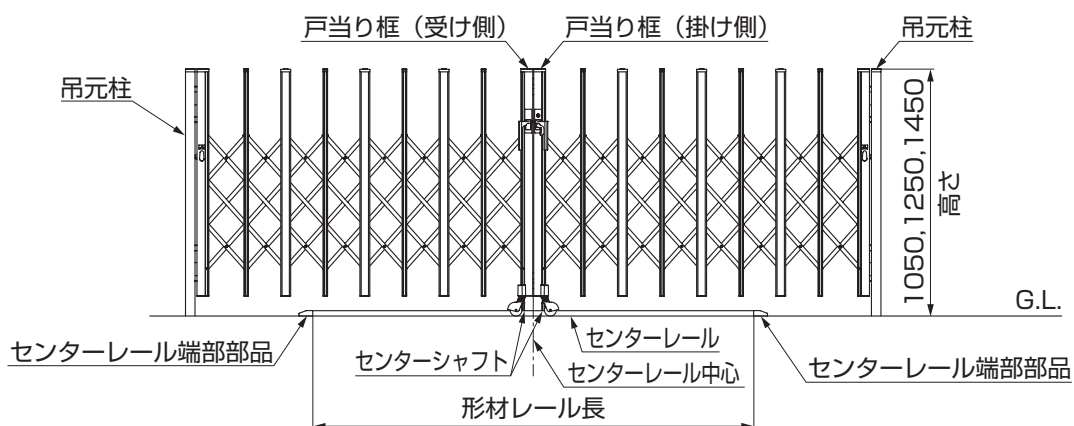

図11-3
①両開き仕様の場合は、「戸当り框(掛け側)」と「戸当り框(受け側)」の合わせ目が、センターレールの中心になるように施工してください。(図11-3参照)